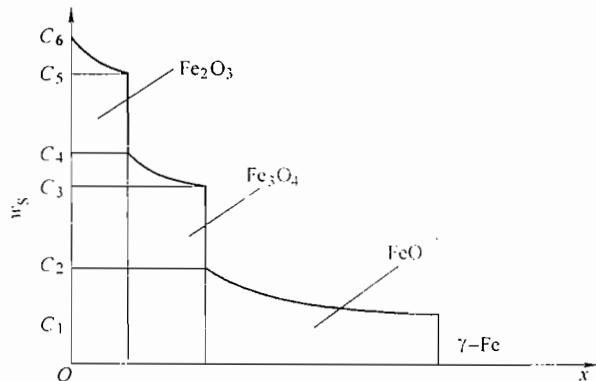

图 12-2 第七题第 2 小题解答图
1. 影响扩散的因素：①温度的影响。温度越高，扩散越快。②晶体结构的影响。结构不同，扩散系数不同。③固溶体类型对扩散的影响。不同的固溶体，原子的扩散和机制不同。④固溶体浓度对扩散的影响。浓度越大，扩散越容易。⑤晶体缺陷的影响。晶界、位错、空位都会对扩散产生影响。⑥化学成分对扩散的影响。加入化学元素对扩散会产生阻碍。
2. 根据 Fe-O 相图，在 1000℃下当表明氧浓度达到 31% 时，则由表面向内依次出现 Fe_2O_3 、 Fe_3O_4 、 FeO 氧化层，最内侧是 γ -Fe，如图 12-2 所示。随着扩散的进行，氧化层逐渐增厚并向内部推行。